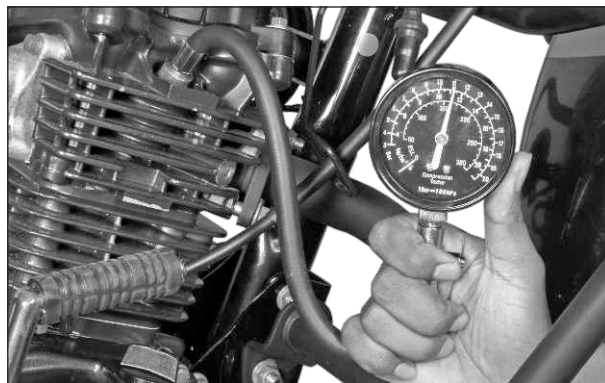

Fig. 3.2
- Acople el medidor de compresión en el orificio de la culata y ajuste garantizando que no hayan fugas. (Fig. 3.2)